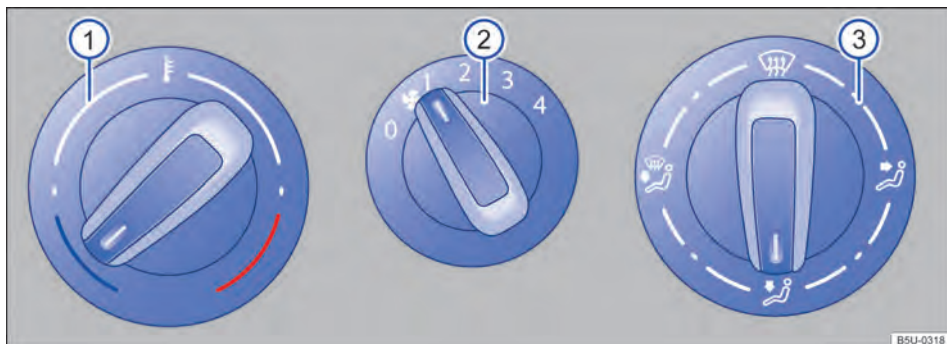

Fig. 72 Comandos do sistema de ventilação e aquecimento.
- Em veículos com sistema de aquecimento, girar o botão da temperatura → Fig. 72 ⓘ totalmente para a direita, para a posição máxima de aquecimento.
- Girar o botão de distribuição de ar ③ para a posição 🌀.
- Girar o botão do ventilador ② para o nível 3 ou 4.